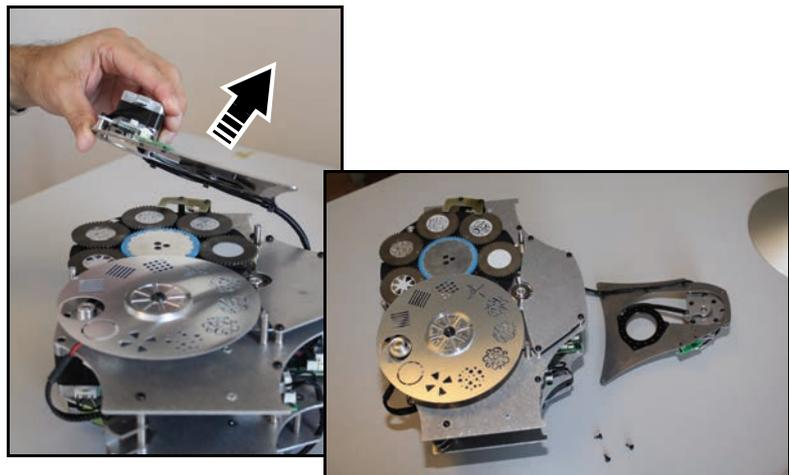

Bild 15: Ablegen des Irismoduls
3. Siehe Bild 15. Die Anschlüsse des Irismoduls müssen nicht gelöst werden. Heben Sie das Irismodul vom Hauptmodul ab und legen Sie es zur Seite. Sie haben nun Zugriff auf das feste Gaborad.